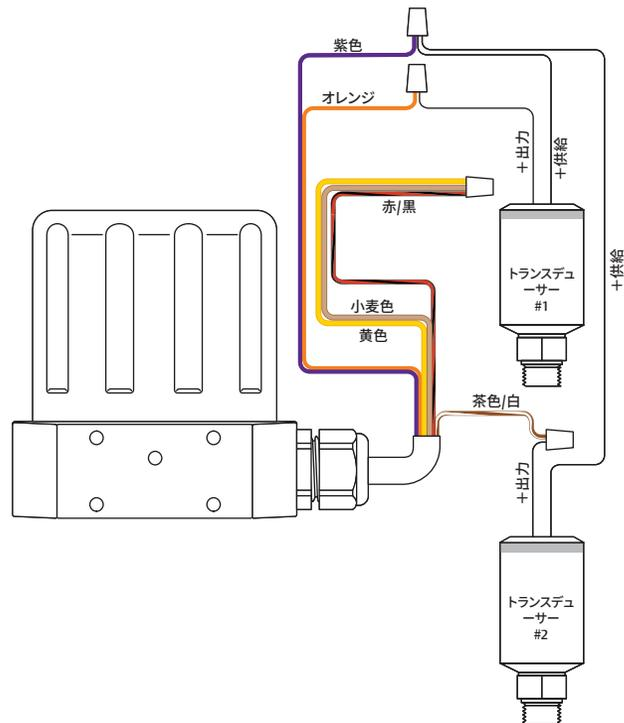

Figure 39: 2つの外部フィードバックソースの切り替え
**注記** 前ページのFigure 39 に示される配線は、2本ワイヤのトランスデューサー用です。3本ワイヤのトランスデューサーおよび4本ワイヤのトランスデューサーのための正しい配線については、それぞれ Figure 32 および Figure 33を参照してください。
ER5000 は、通常の装置の動作中に内部変数を監視するだけでなく、多くのアナログソースからの信号を監視することができます。これは、装置のトレンド分析を行うためにデータを取得するのに役立ちます。2つのトランスデューサーが(たとえば、出力 P1 および P2 と一緒に) 前ページの Figure 39 に示されていますが、ERTune™ プログラムなどのPCプログラムにより連続的に監視できます。